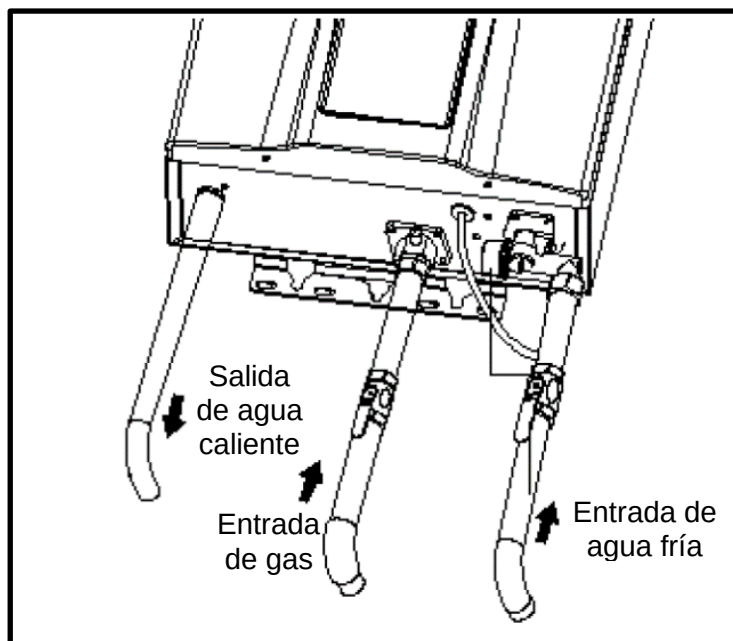

Fig. 10
2. Instalación de los conductos de agua y gas (Fig. 10)
2. Recuerde que la presión del agua debe ser suficiente para activar el calentador al recibir agua caliente del último piso. Si las conexiones frías y calientes al calentador se invierten, el calentador no funcionará. Conectores de 1/2" Los accesorios de cobre o latón funcionan mejor conectados a los racores. Los racores de tipo flexible facilitarán la instalación y sellarán la válvula de paso de agua mediante una conexión de unión mediante junta de tipo tapón. No utilizar teflón o pegamento para tuberías en este tipo de juntas. Asegúrese de que no haya partículas sueltas o suciedad en la tubería. (Fig. 10)